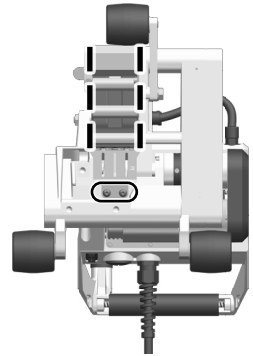

Abbildung 3
- Lösen Sie die beiden Zylinderschrauben am Keilblech leicht (Abbildung 3). Die Zylinderschrauben müssen nicht komplett gelöst werden
- Richten Sie den **Heizkeil (15)** so aus, dass er mittig zur **Antriebs-/Andruckrolle unten (11)** liegt.
- Ziehen Sie die beiden Zylinderschrauben am Keilblech wieder fest (Abbildung 3).